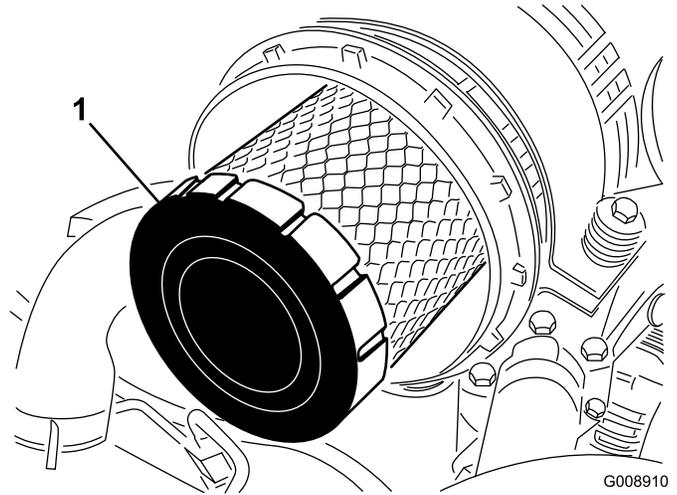

Bild 44
4. Entfernen und wechseln Sie den Hauptfilter aus (Bild 44).